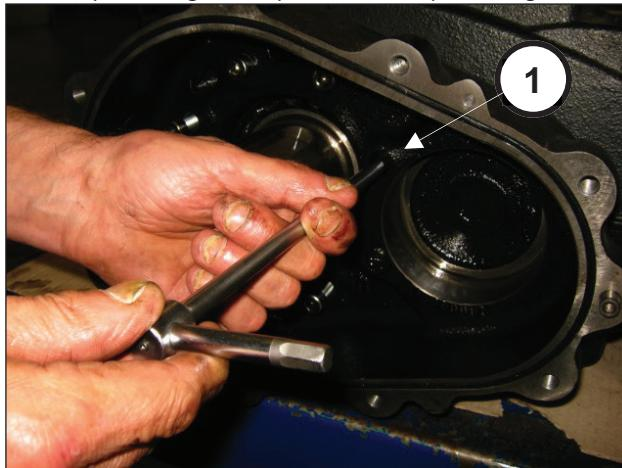
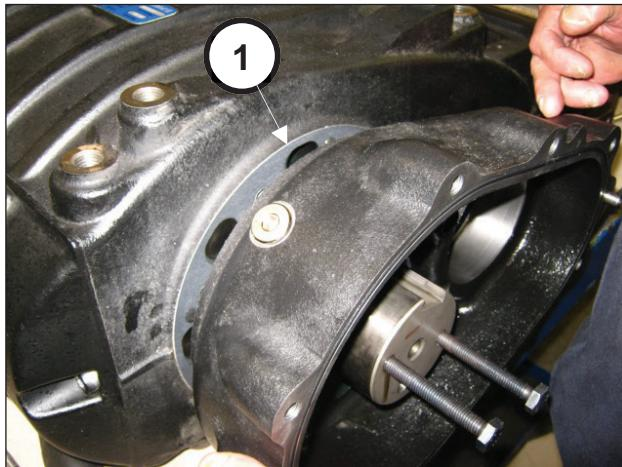

Fig. 22
Fig. 23
Do lado oposto, solte os parafusos de fixação da caixa do redutor (pos. ①, Fig. 22), depois remova-a (pos. ①, Fig. 23).